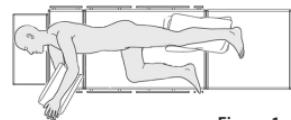

Figure 1
- Placez le patient en décubitus latéral (côté gauche vers le haut) (Figure 1).